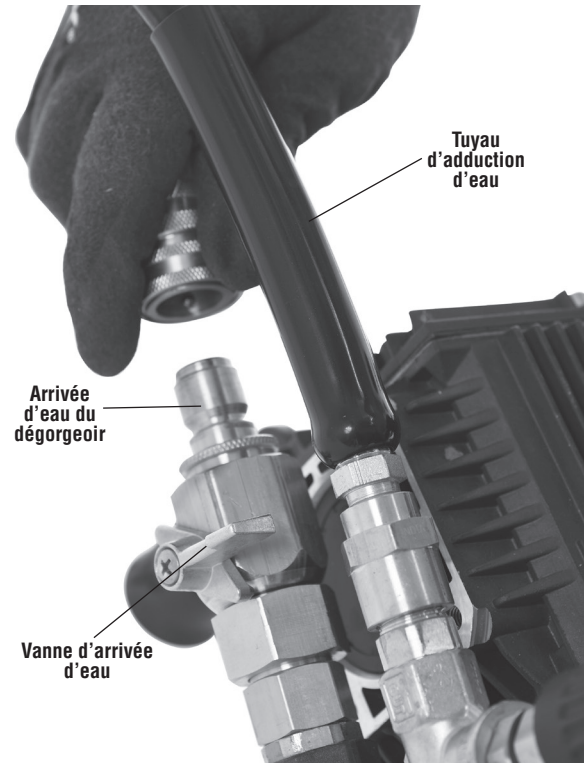

Figure 3 – Raccordement du tuyau d'adduction d'eau au dégorgeoir. Fermer la vanne d'arrivée d'eau (montrée en position fermée)
2. Montez le raccord rapide sur le tuyau d'adduction d'eau. Branchez le tuyau d'adduction d'eau sur l'arrivée d'eau du dégorgeoir et fermez la vanne d'arrivée d'eau (Figure 3).